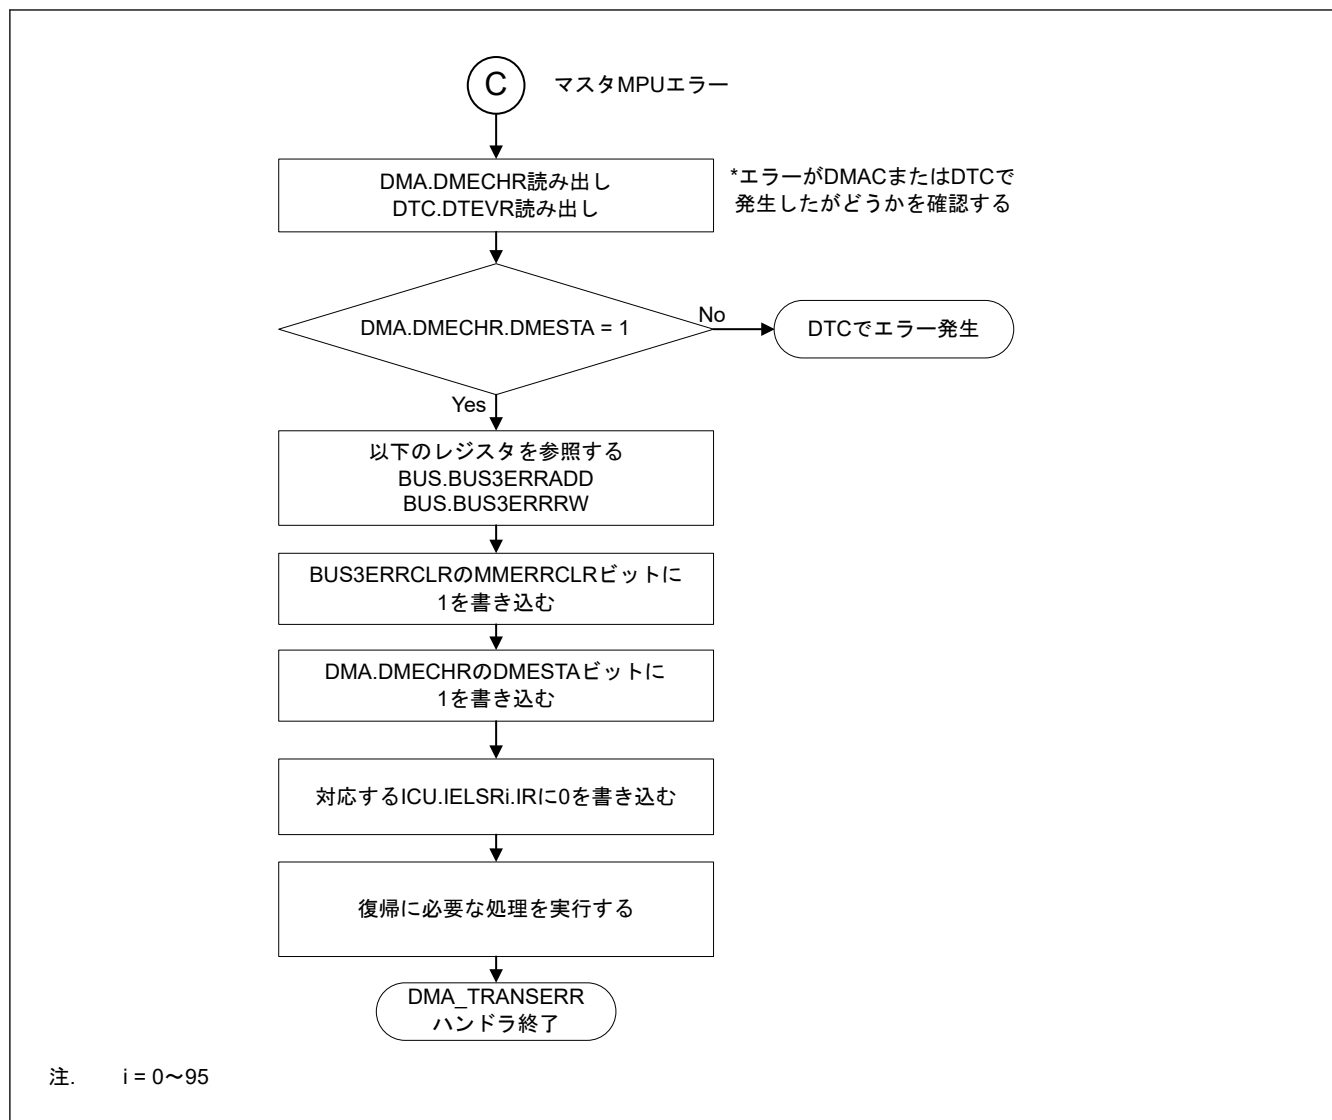

図 15.30 マスタ MPU エラーによる DMA_TRANSERR ハンドラの処理
- 図 15.30 に DMAC のマスタ MPU エラーが発生したチャネルとセキュリティ属性を確認するフローを示します。